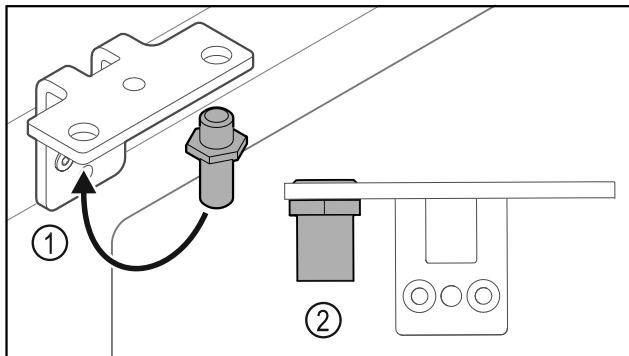

Fig. 24
- ▶ Преместете болта Fig. 24 (1) в ъгъла на пантата.
- ▶ Затегнете болта Fig. 24 (2) с **въртящ момент от 12 Nm**.